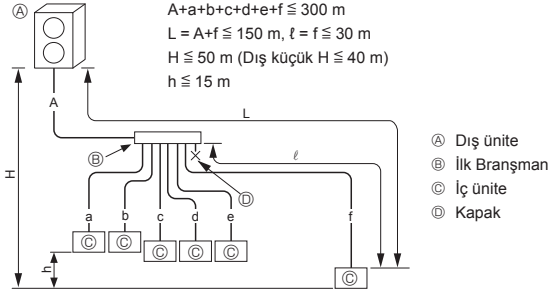

Fig. 4-1
4.2.1. Dağıtım Kutusu olmadan bağlantı (Fig. 4-1)